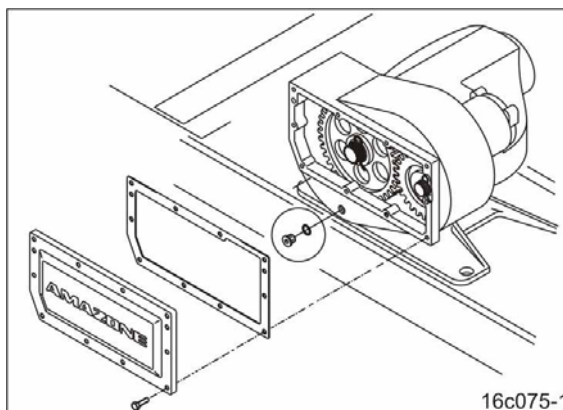

Fig. 157
7. Îndepărtați arcurile de fixare (Fig. 157/1).